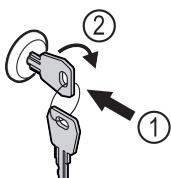

Fig. 177
- Zatlačte klúč Fig. 177 (1).
- Otočte klúč o 90° v smere hodinových ručičiek Fig. 177 (2).